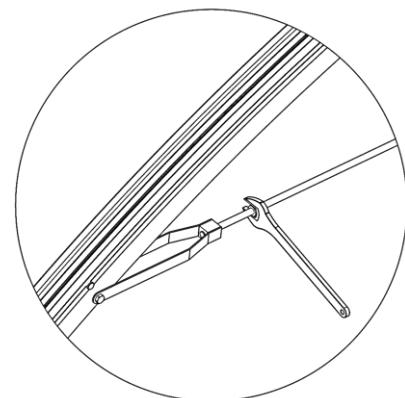

Abb.29
(Abb.29)
1. beginnend mit der inneren Mittelsprosse (Dach) (7.1) wird diese am unteren Druckring des Dachlüfters (11.0) mit einer Linsen-Blechschaube (B9.1) montiert. (Abb.29)